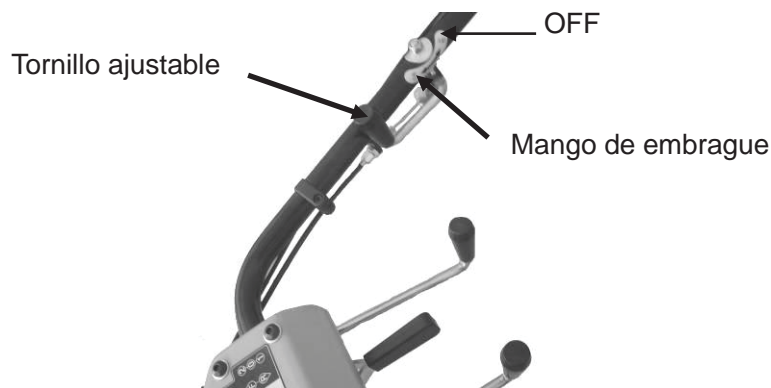

Figura 26
- El mango controla principalmente las ruedas neumáticas. Ver figura 26.
- Cuando el manillar está en la posición ON, las ruedas neumáticas giran; Mientras que en la posición OFF las ruedas no giran, pero puede ser empujado. Ver figura 26.
- Funcionamiento del embrague de las ruedas: Arreglarlo sin arrancar. Cuando la palanca está en la posición de ON, neumáticos no puede ser empujado. Si no es así, gire el tornillo de ajuste hacia el lado interior. Cuando la palanca está en la posición de OFF, los neumáticos pueden ser girados. Si no es así, gire el tornillo de ajuste hacia el lado exterior. Figura 26.
8. Coloque la palanca del embrague de la turbina en la posición "OFF". Figura 26.